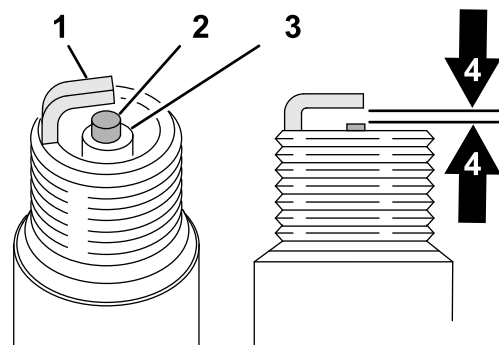

Bild 30
- 4. Untersuchen Sie die Zündkerze auf Verschleiß oder Beschädigung (Bild 30).
- 5. Prüfen Sie den Zündkerzenabstand mit einer Fühlerlehre (Bild 30).